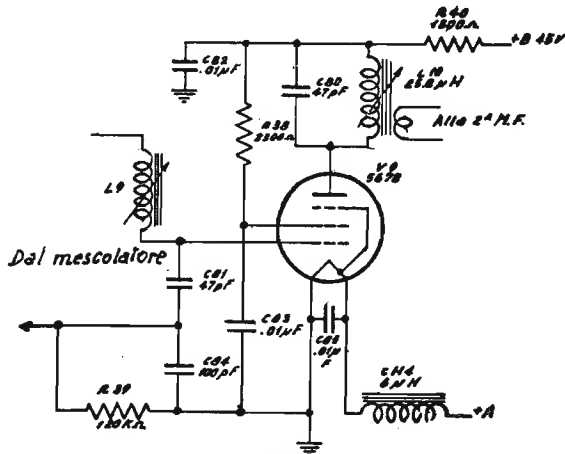

Fig. 3 - Amplificatore di M.F.
d) Amplificatrici di M.F. - V 9 (fig. 3)